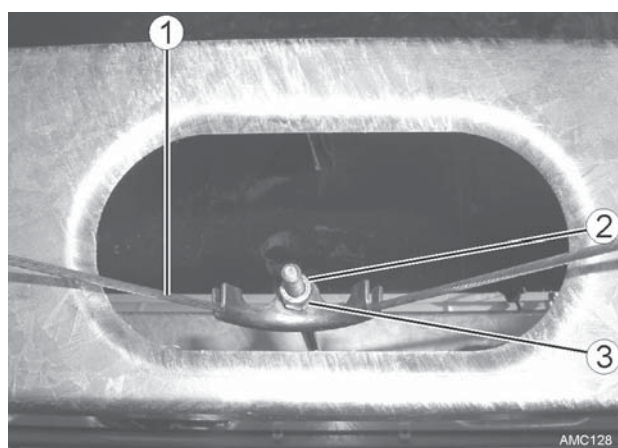

Bild 48
15. Handbremsbowdenzug (Bild 48 - 1) durch Lösen der Sechskantmutter (Bild 48 - 2 und 3) lockern.